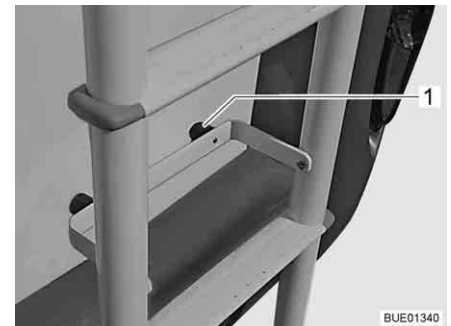

Bild 2 Hopfällbar stega, stegen nedfälld
- Sätt skyddsbygeln med gummiknopparna (Bild 2,1) mot fordonsväggen.